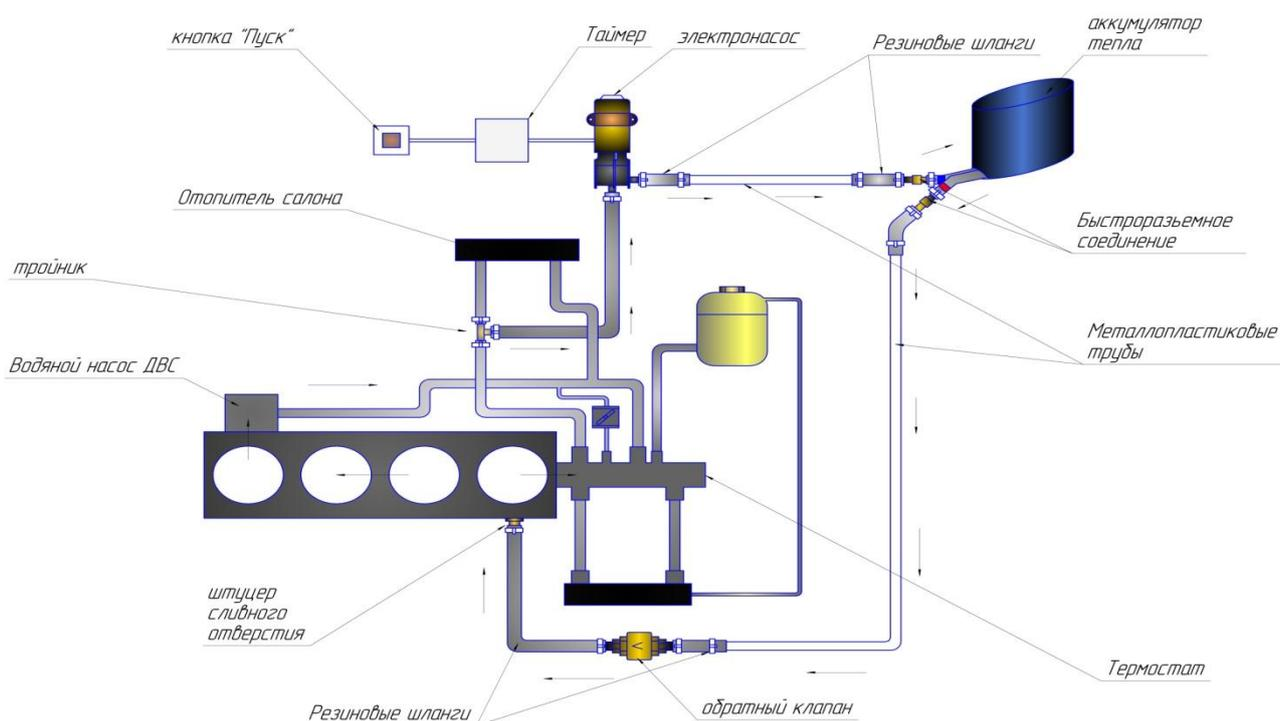

Рис.1 Рекомендованная гидравлическая схема соединений для отечественных автомобилей и большинства иномарок через штуцер сливного отверстия в блоке цилиндров.
5.2 Монтаж гидравлической схемы. Монтаж состоит из подсоединения элементов АТ к системе охлаждения двигателя в соответствии с гидравлической схемой (рис. 1,2,3,4)
5.2.6. В магистрали выходного шланга от АТ до сливного отверстия в блоке цилиндров двигателя, врезаем обратный клапан. Обратный клапан располагается в моторном отсеке закрепленный в шланге при помощи двух прямых штуцеров поставляемых в комплекте. Обратный клапан устанавливается согласно схеме движения жидкости на *рис. 1,3,4*. Так же он должен иметь свободный доступ, для определения его нагрева и остывания рукой в процессе прокачки, для настройки таймера системы АТ.